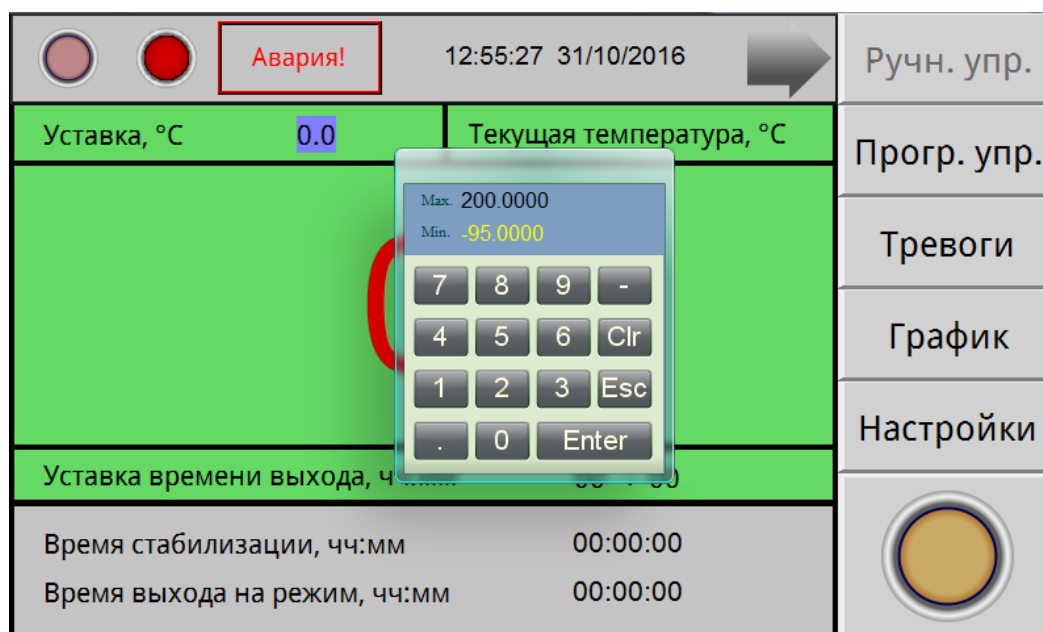

Рисунок 4
8.3 Для задания температуры уставки необходимо нажать поле на экране, в данном случае поле напротив надписи «Уставка». На экране появится вспомогательное окно ввода цифровой информации (рисунок 4). Набрать число, соответствующее задаваемой температуре. Для ввода температуры нажать на вспомогательном окне кнопку «Enter». На вспомогательном окне указан доступный диапазон задания температуры. В данном случае min минус 95 °C, max +200 °C.